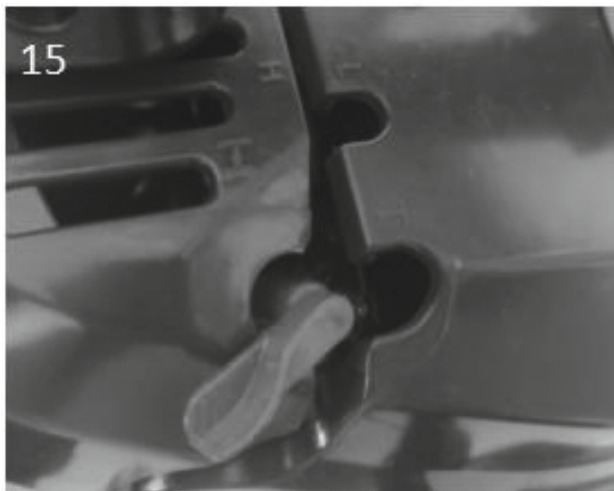

Рисунок 15
6. Установите рычаг воздушной заслонки в рабочее положение (рис.15).